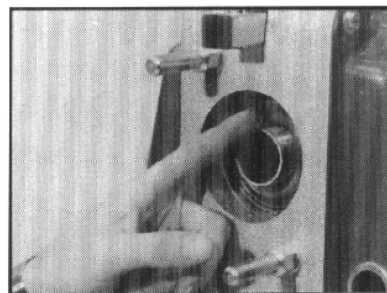

Рис.11.
- ⇒ Место нанесения смазки 3 для конусообразного роликоподшипника (см. рис. 11)